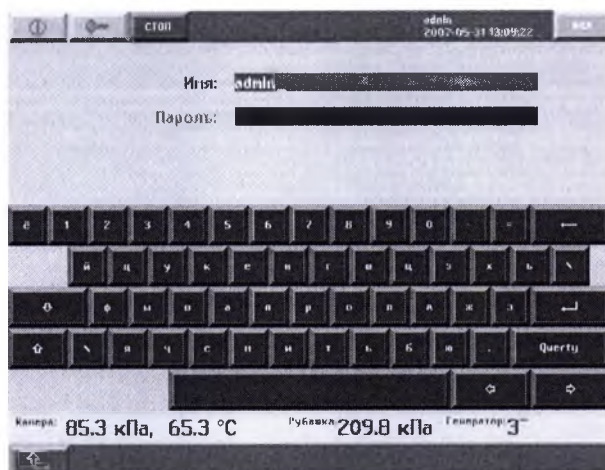

Рисунок 35 Ввод имени
- Задайте имя: (если это в данном режиме требуется) рисунок 35;